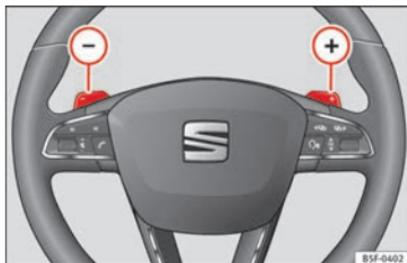

Fig. 172 Volante con leve per il cambio automatico.
- Premere la leva destra (+) verso il volante per passare alle marce superiori »» **fig. 172**.
- Premere la leva sinistra (-) verso il volante per passare alle marce inferiori »» **fig. 172**.
Se nel programma normale o in quello sportivo vengono azionate le leve »» **fig. 172**, si cambia momentaneamente alla modalità “Tiptronic”. Se si vuole uscire di nuovo dalla modalità “Tiptronic”, premere la leva destra »»